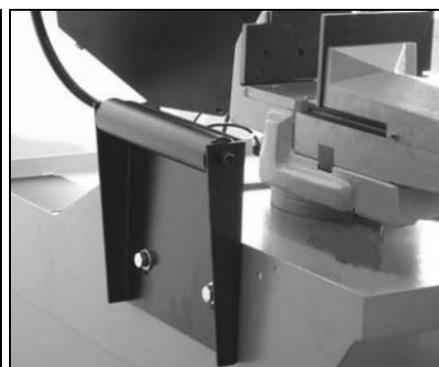

Fig 23
- Ajustez la hauteur de la plaque pour mettre le rouleau de niveau avec la base de l'étau de serrage (Fig 23), puis serrez les 2 vis (19-2).